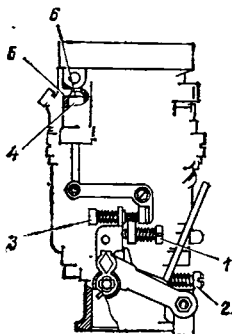

Рис. 38. Регулировочные винты:
1. Установите предварительно винтом 1 (рис. 38) частоту вращения коленчатого вала на холостом ходу 550 ... 600 об/мин.